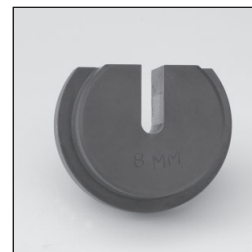

Fig. Q102 – Nut Die
*Hydra-Tool (basic unit) (Fig. Q102).....	710400B